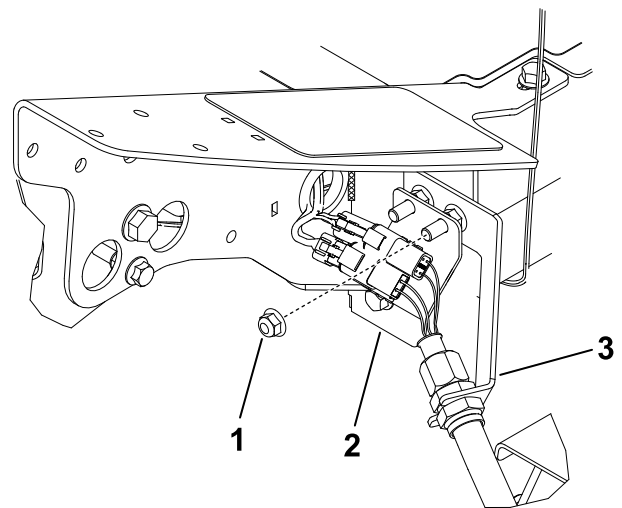

図 26
1. フレームの左前コーナー 4 番カッティングユニットの位置の、バルクヘッドブラケットをマシンに固定しているボルトについての余分のフランジナットを取り外す 図 26。
3. バルクヘッド取り付けボルトにコネクタプレートを通す。コネクタは 図 26 に示すように通す。